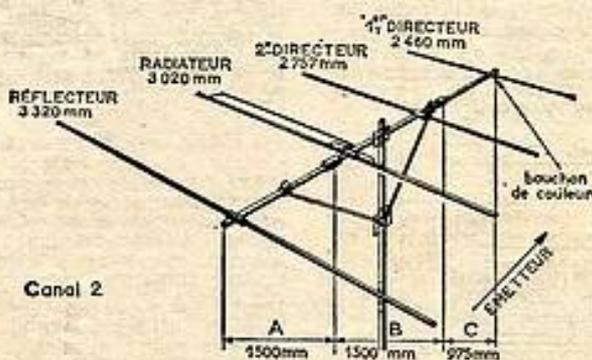

Fig. 13
**GAMMAX (antennes) :** la construction parfaite des antennes de télévision et de radio FM. Il est difficile de s'appesantir sur tel ou tel type de collecteur d'ondes, mais on peut et on doit signaler l'antenne asymétrique à réactance compensée. C'est celle des hautes performances (fig. 13).